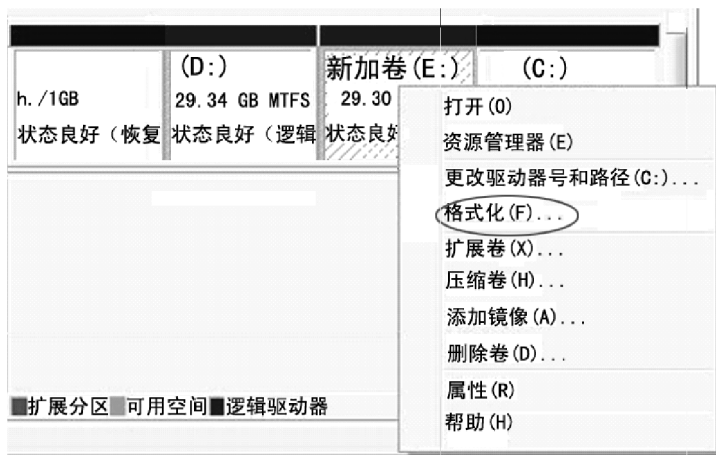

图 3-102 “格式化”选项界面
1) 首先和创建新分卷一样，用鼠标右键单击“计算机”图标，在弹出的快捷菜单中选择“管理”命令，再单击“磁盘管理”选项。在出现的“磁盘管理”界面中用鼠标右键单击要格式化的卷，然后在弹出的菜单中单击“格式化”命令，如图 3-102 所示。